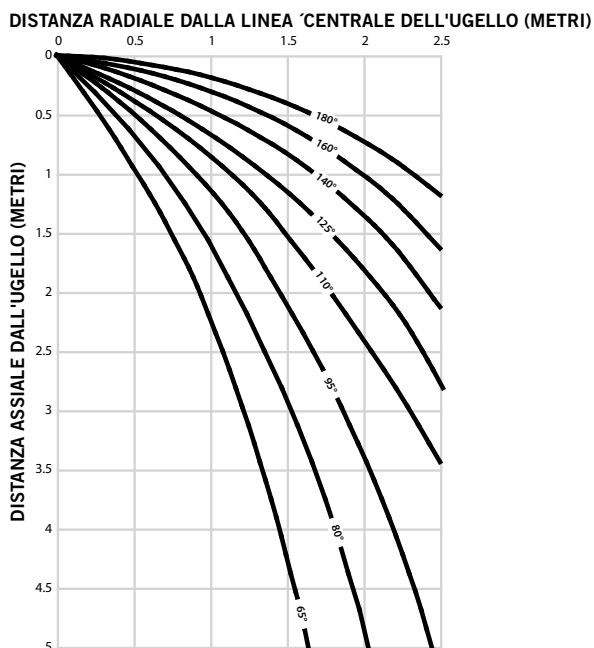
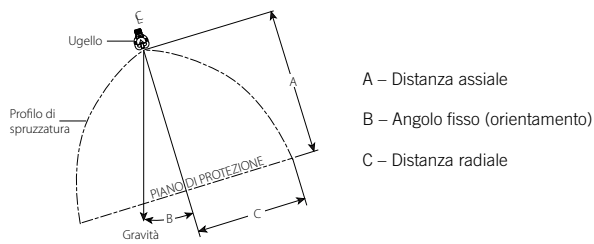

Figura 2 – Profili di spruzzatura di progetto (tutti i fattori K)
Figura 3 – Variabili di copertura della spruzzatura
- In Figura 2 è illustrata la distanza radiale a diverse altezze, in base alle prove in posizione pendente a pressioni di scarico pari a 10 psi, 20 psi e 60 psi/69 kPa, 138 kPa e 414 kPa (vedere Figura 3, Variabile C).
- Per le installazioni approvate FM, usare una tolleranza di +/- 0,6 m [2 ft] rispetto al valore nominale per le distanze radiali mostrate (asse x) in Figura 2 per tutti gli orientamenti ad angolo fisso. Usare una tolleranza del profilo di spruzzatura raccomandata di +/- 5° in posizione pendente (verticale verso il basso) e +/-10° in tutti gli altri orientamenti ad angolo fisso.
- Per le installazioni approvate solo UL/NFPA, usare una tolleranza del +/-15% rispetto al valore nominale per le distanze radiali mostrate (asse x) in Figura 2 per tutti gli orientamenti ad angolo fisso.